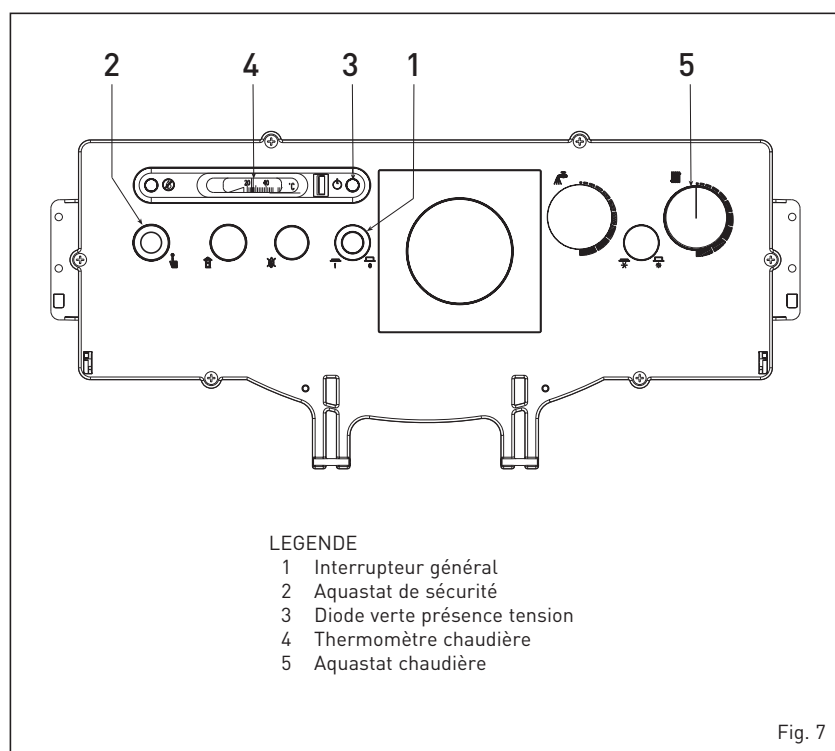

Fig. 7
3.2.1 Mise en marche de la chaudière (fig. 7)
3.2.2 Aquastat de sécurité (fig. 7)
3.2.4 Extinction de la chaudière (fig. 7)